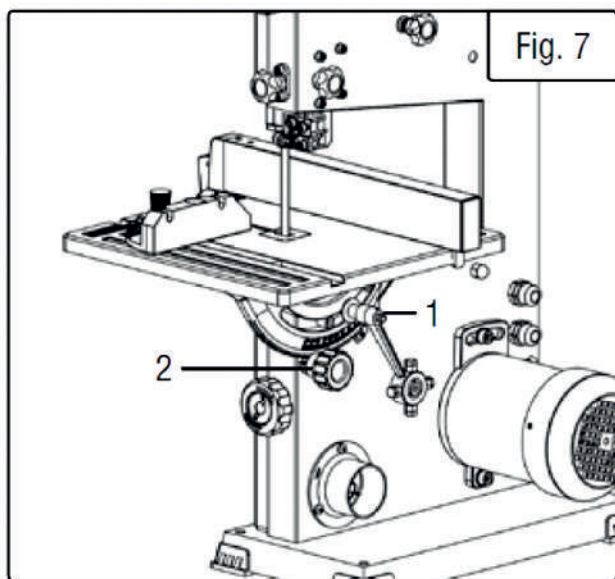

Рис. 7
1. Ослабьте фиксатор (Рис. 7–1). Установите стол в нужное положение с помощью ручки регулировки наклона стола (Рис. 7–2).